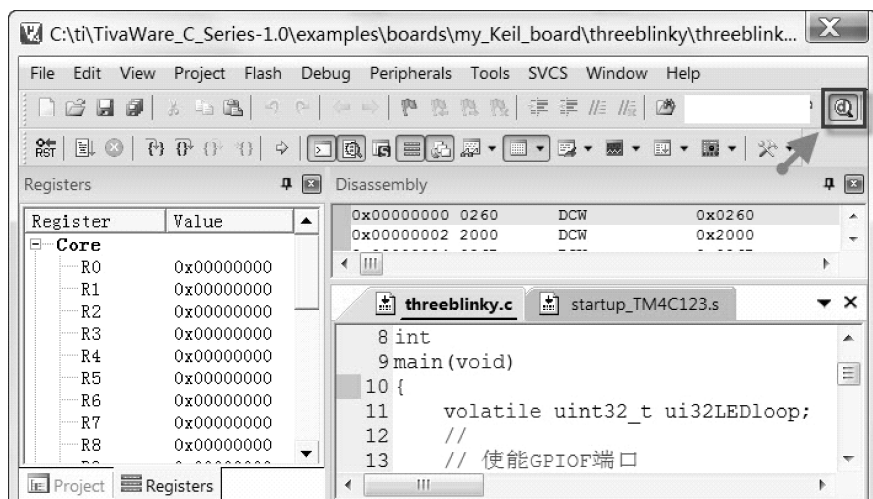

图 5-13 调试窗口
① 调试。单击工具栏中的  图标，调出调试窗口，如图 5-13 所示。